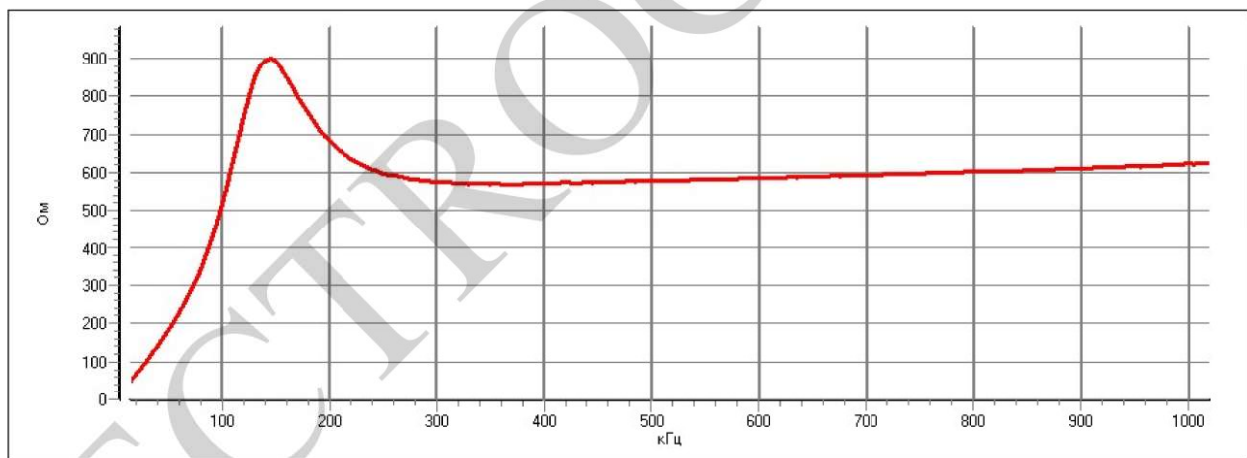

Рис. 2 – Зависимость модуля полного сопротивления от частоты
2.5 Активная составляющая полного сопротивления высокочастотного заградителя в номинальной полосе частот – не менее 560 Ом. Графические характеристики зависимости модуля полного сопротивления и его активной составляющей от частоты приведены на рис. 2 и 3 соответственно.